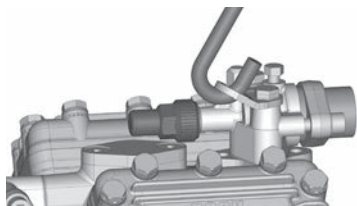
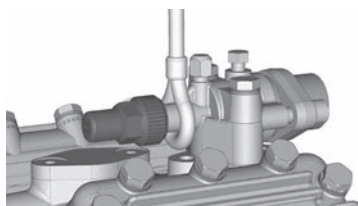

Abb. 4
Abb. 5
- Transport- und Aufhängemöglichkeit an der Transportöse (Abb. 4) oder direkt am Druckabsperrventil (Abb. 5).